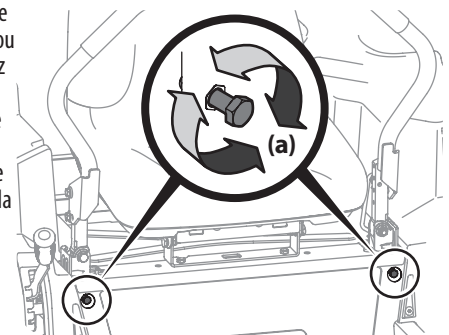

Figure 46
2. Repérez les boulons de réglage (a) des barres de conduite à l'avant du châssis du siège. Voir Figure 46.